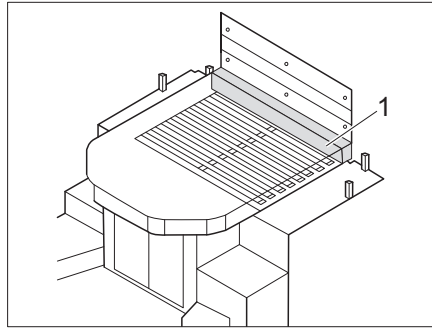

Fig. 173 Extensión de cama - variante 1
- Colocar el colchón adicional (Fig. 173,1) en la parte delantera de la cama tamaño queen.